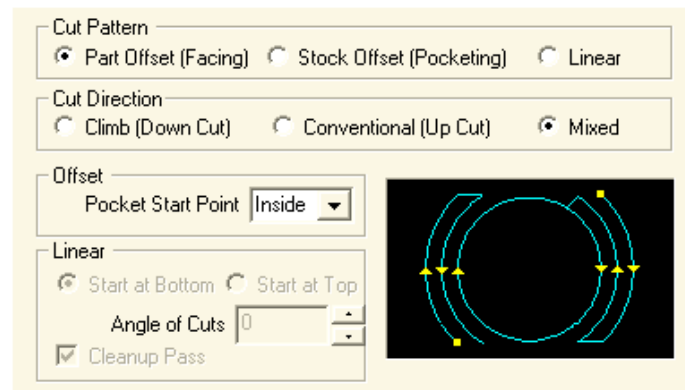

Figura 12. Stabilirea variantelor de degroșare orizontală
5. În aceeași fișă, **Cut Parameters**, dar în zona cu eticheta **Cut Pattern**, se poate opta pentru una din schemele de frezare de degroșare orizontală, iar la eticheta **Cut Direction**, se poate alege una dintre variantele disponibile pentru direcția de așchiere figura 12. Prin selectarea opțiunii **Mixed**, este permisă așchiera atât pe direcție ascendentă, cât și pe direcție descendentă, astfel încât scula nu trebuie să se retragă la fiecare schimbare a direcției. Minimizarea numărului de retrageri asigură crearea unei traiectorii a sculei mai curate. De asemenea, se alege punctul de start pentru traiectoriile de echidistanță la eticheta **Offset**.